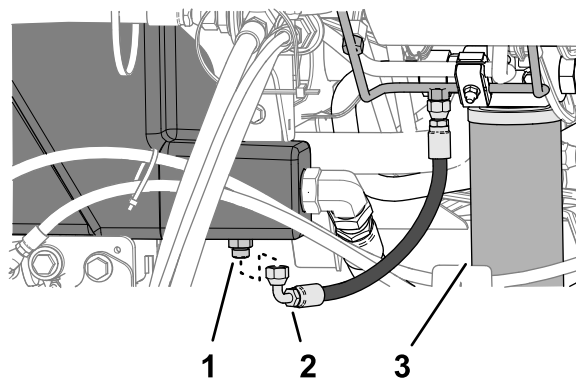

Рисунок 115
2. Поместите большой сливной поддон под прямой штуцер (Рисунок 115) гидравлического бака; см. раздел Емкость гидравлической системы \(страница 76\).